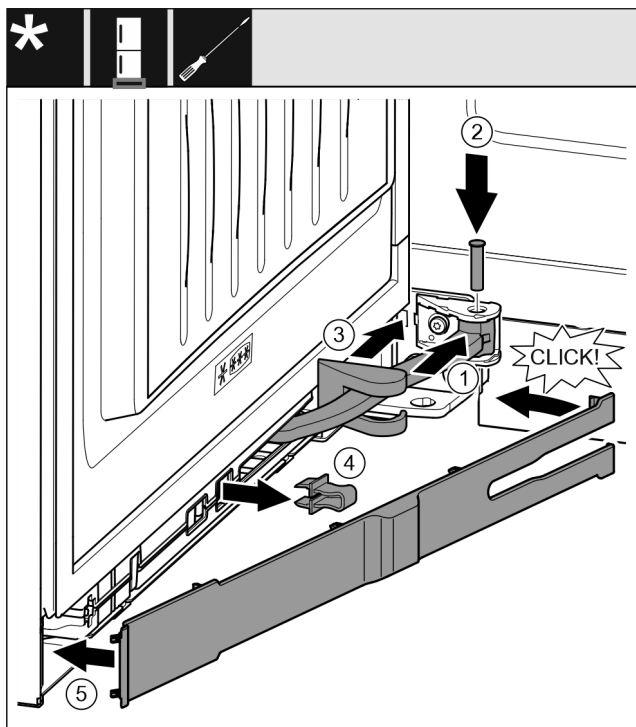

Fig. 32
- ▶ Ruotare il giunto Fig. 32 (1) nella sospensione.
- ▶ Con un cacciavite Fig. 32 (2) inserire i perni nella sospensione e nel giunto. Assicurarsi che la camma di arresto sia posizionata correttamente nella scanalatura.
- ▶ Spostare la copertura del blocco di supporto Fig. 32 (3) lungo il giunto e montarla sulla sospensione.
- ▶ Rimuovere il fusibile Fig. 32 (4).
- ▶ Applicare la maschera Fig. 32 (5) dal lato della maniglia e ruotarla verso l'interno.